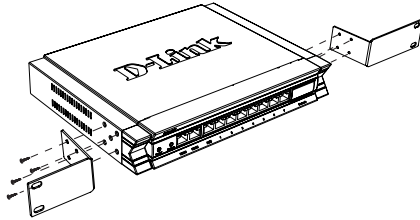

Figure 3. Fixation des supports de montage en bâti
1. Montez les supports de montage de chaque côté du châssis comme indiqué sur la figure 3, puis fixez-les à l'aide des vis fournies.